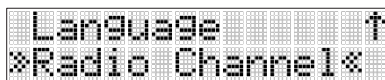

Abb. 25 Menü Funkkanäle
**WIE:** Der Radiokanal kann nur mit der geändert werden! Drücken Sie die Taste M (r) auf der Fernbedienung, um das Menü aufzurufen. Blättern Sie zu >>Radiokanal<<, (siehe Abb. 25) und drücken Sie die E-Taste (s), um das Untermenü zu öffnen. Wählen Sie den gewünschten Radiokanal 0 bis 5 aus, indem Sie die Symbole >><< mit den Tasten AUF/AB (p) durchblättern. Drücken Sie die Taste E, um den ausgewählten Funkkanal zu bestätigen.